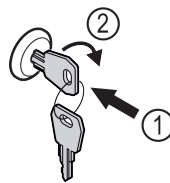

Fig. 161
- ▶ 按入钥匙。 Fig. 161 (1)
- ▶ 将钥匙顺时针转动 90°。 Fig. 161 (2)